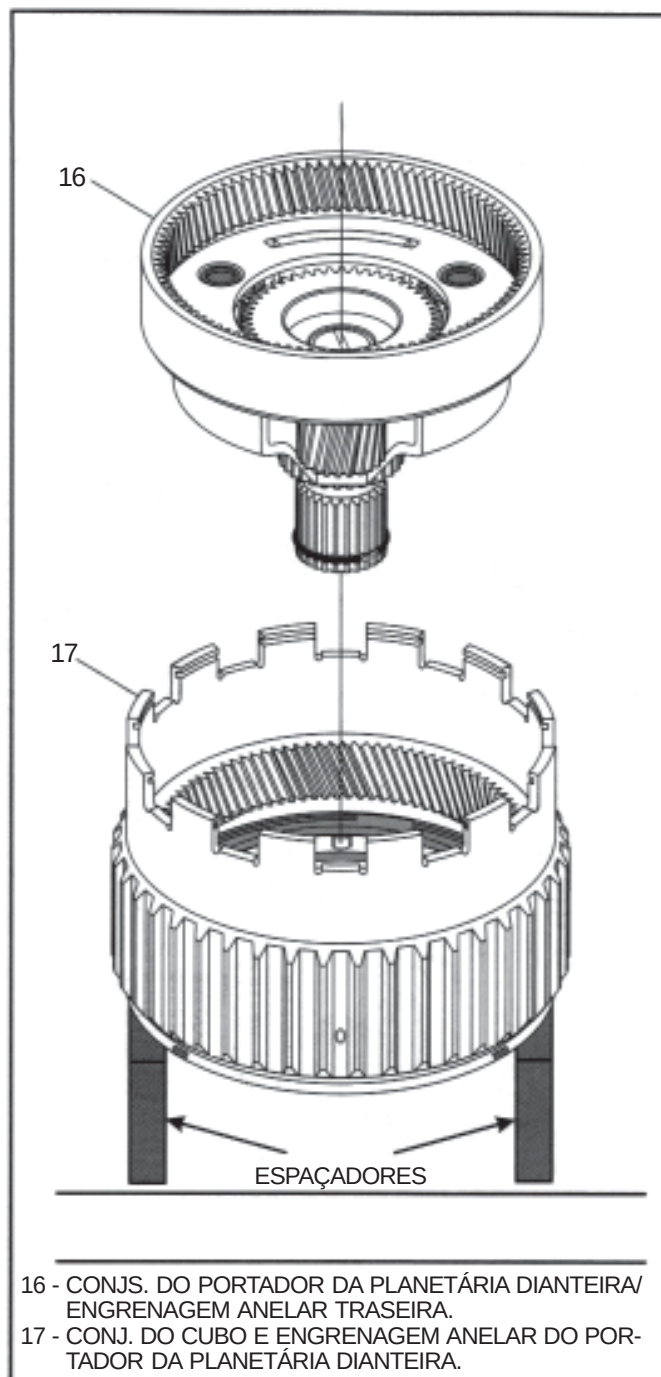

Figura 96
12. Coloque os conjuntos da engrenagem anelar e do cubo já montados sobre uma superfície plana com algum tipo de espaçadores embaixo da engrenagem anelar de forma a permitir que o eixo da engrenagem solar se projete através da engrenagem anelar (Vide Figura 96).
13. Instale dentro da engrenagem anelar dianteira os conjuntos da planetária dianteira e engrenagem solar já montados, girando-os até que estejam totalmente assentados, conforme ilustrado na Figura 96.